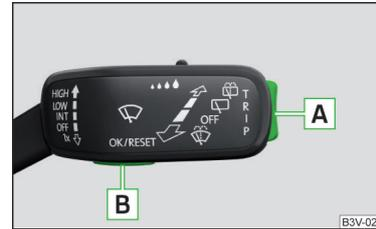
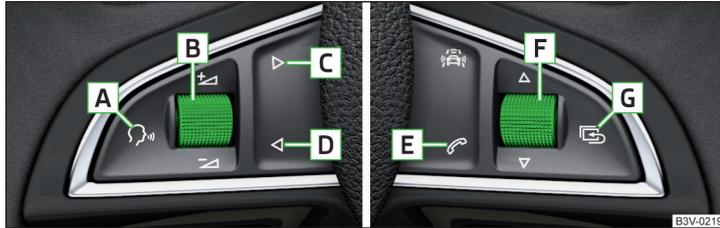

Abb. 29
Abb. 30 Tasten/Einstellräder: am Multifunktionslenkrad
> Die Taste **A** am Bedienungshebel länger drücken » Abb. 29 auf Seite 44.
> Die Taste **G** am Multifunktionslenkrad länger drücken » Abb. 30 auf Seite 45.
Die Menüs können mittels der Tasten am Bedienungshebel » Abb. 29 auf Seite 44 bzw. am Multifunktionslenkrad » Abb. 30 auf Seite 45 bedient werden.
Durch anschließendes Drehen des Einstellrads  » **Abb. 30 auf Seite 45** am Multifunktionslenkrad wird das Menü **Letzte Ziele** angezeigt.
- Das Einstellrad  » **Abb. 30 auf Seite 45** drehen.